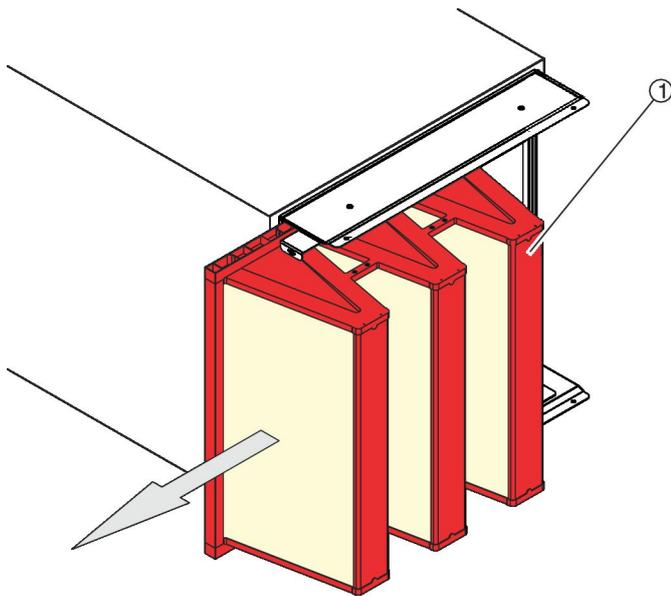

Abb. 59: Filterelement herausziehen
5. ▶ Das Filterelement (Abb. 59 /1) zur Seite herausziehen.